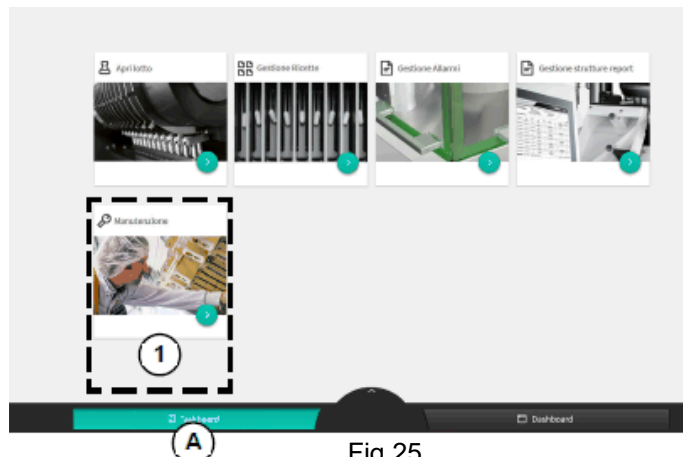
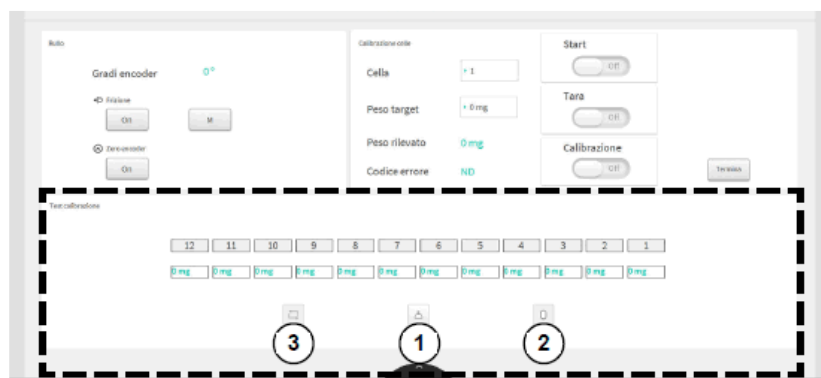

Fig.25
Fig.26
2. Selezionare dal menù TASKBOARD (Fig.25-A) il campo “MANUTENZIONE” (Fig.25 – 1), così appare la pagina dedicata alla calibrazione delle celle (Fig.26)
3. Prima di iniziare il test premere il tasto 2 (Fig.26) per eseguire la tara ed assicurarsi che tutte le celle leggano il peso di 0 mg.